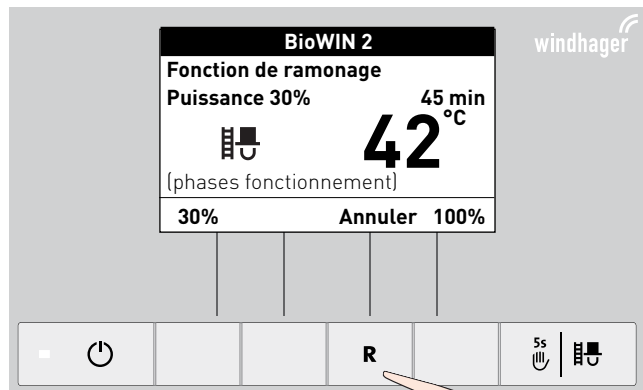

Fig. 20
- en cas de pression sur la touche **Annuler** – Fig. 20.